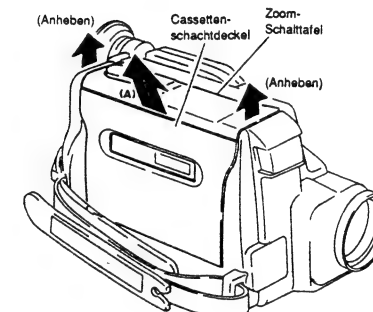

Abb. 2-15
- 8) Die Zoom-Schalttafel anheben und den Cassettenschachtdeckel in Richtung des Pfeiles (A) entfernen (siehe Abb. 2-15).